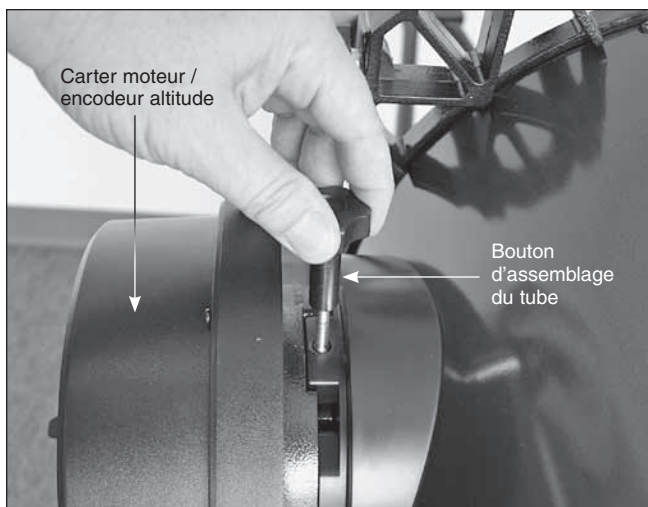

Figure 19. Fixez le tube sur la base à l'aide du bouton d'assemblage du tube.
3. Il ne vous reste plus qu'à insérer et serrer le bouton de fixation du tube pour qu'il reste dans cette position (**figure 19**).